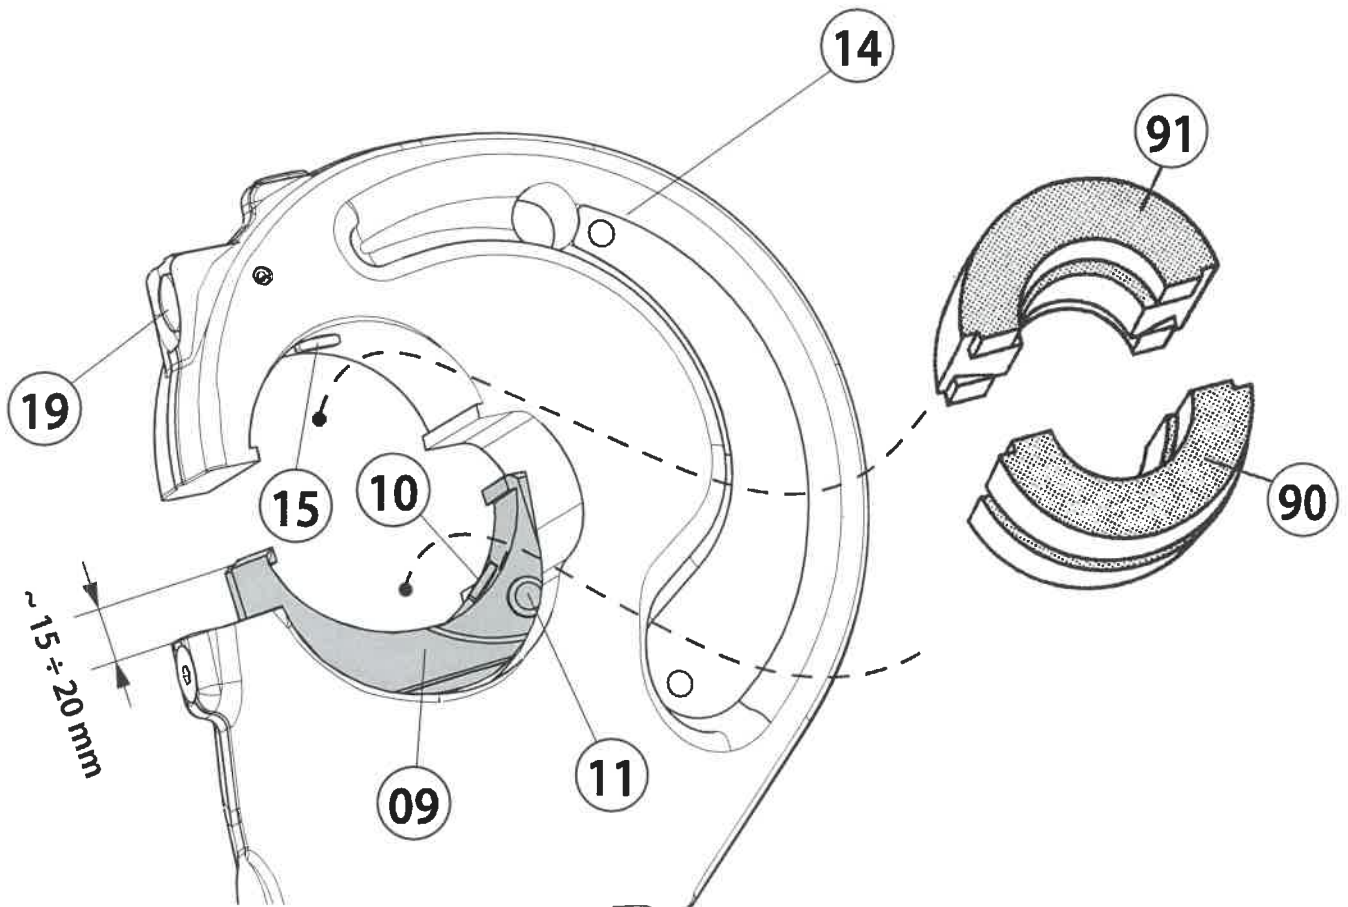

FIG. 1
2.2) Accostamento delle matrici (Rif. a Fig. 1)
3. CAMBIO DELLE MATRICI (Rif. a Fig. 1)